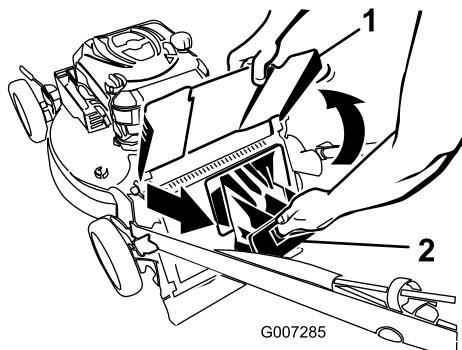

Рисунок 23
- Поднимите и удерживайте в верхнем положении отражатель выброса (Рисунок 23).
3. Вытяните на себя заднюю выпускную пробку (Рисунок 23).